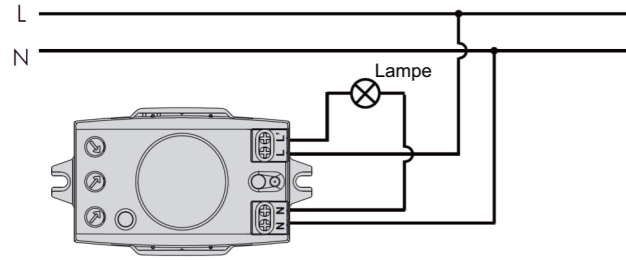

Bild 8
4.4.1 Verbunden mit Lampe Siehe (Bild 8)